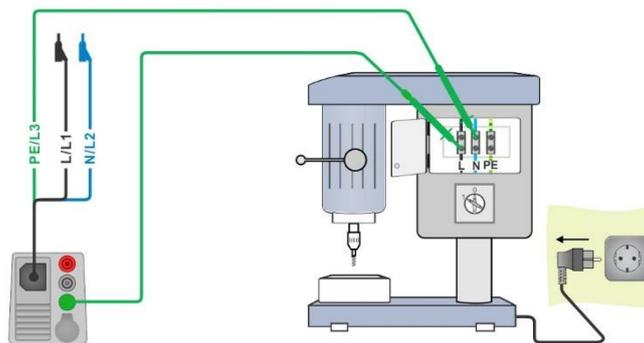

Abbildung 7.51: Messung Restspannung
- › Schließen Sie den 3-Leiter Prüfadapter am Messgerät und am Prüfling an, siehe **Abbildung 7.51**.
- › Schließen Sie den Prüfling an das Versorgungsnetz an und schalten ihn ein, siehe **Abbildung 7.51**.